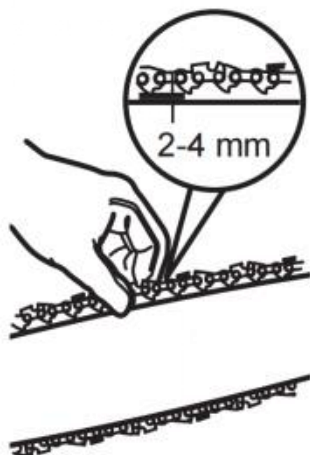

Fig. 15
1) Vérifiez la tension de la chaîne en utilisant une main pour soulever la chaîne de scie (C12) contre le poids du produit. La tension de chaîne correcte est obtenue lorsque la chaîne de scie peut être levée d'env. 2 à 4 mm de la barre de guidage (C13) au centre (Fig. 15).